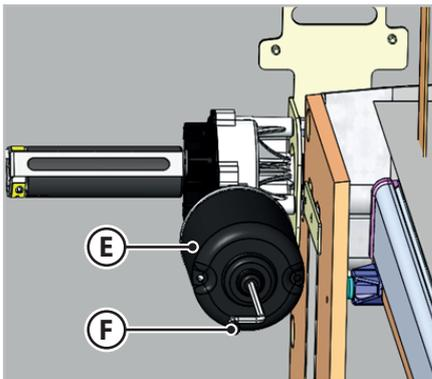

Fig.6.21 - Desbloqueo de la cama eléctrica tipo B
2. En la parte inferior del motor (**E** - Fig.6.21), introduzca la llave Allen (**F** - Fig.6.21) en la ranura prevista para el movimiento manual.